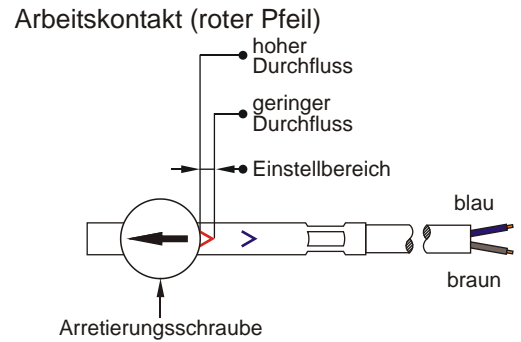
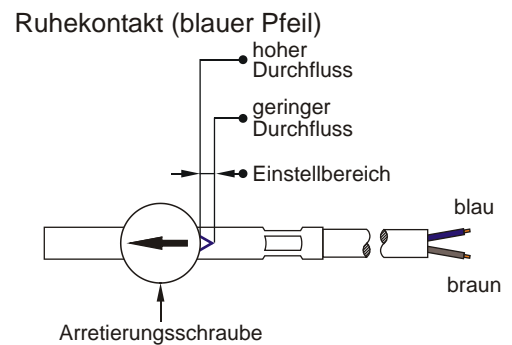

Abb. 20
Abb. 21
- ↪ Verschieben Sie anschließend die Schalteinheit so weit, dass bei gewünschtem Arbeitskontakt, der rote (→ Abb. 20) bzw. bei Ruhekontakt der blaue Pfeil (→ Abb. 21) am Eingang der Führung der Schalteinheit sichtbar ist (entfällt bei Wechselkontakt).